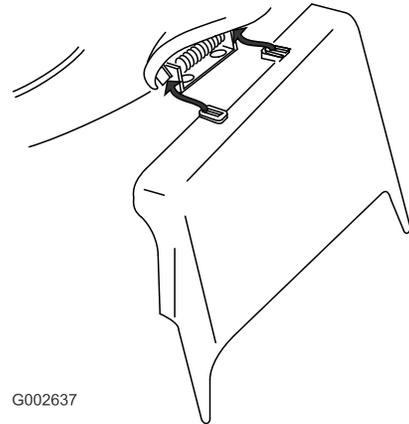

Bild 34
3. Setzen Sie den Seitenauswurfkanal ein und schließen Sie die Klappe auf dem Auswurfkanal (**Bild 34**).